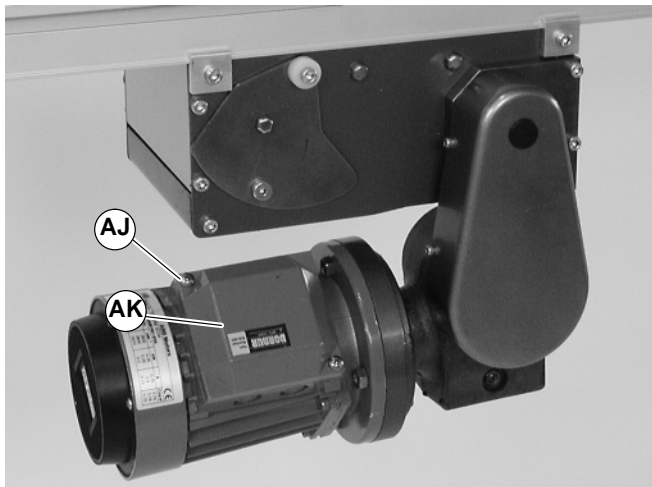

Abbildung 19
- a. Die Schrauben an dem Klemmenkasten (AJ siehe Abbildung 19) entfernen und Abdeckung (AK) abnehmen.